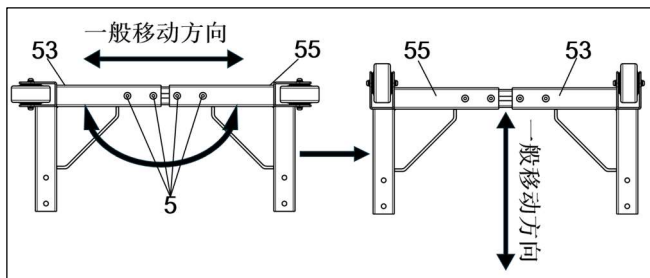

图 6
b. 根据机器的一般移动方向选择左固定轮角架“53”与右固定轮角架“55”位置，以下步骤以其中一种为例。（见图 6）